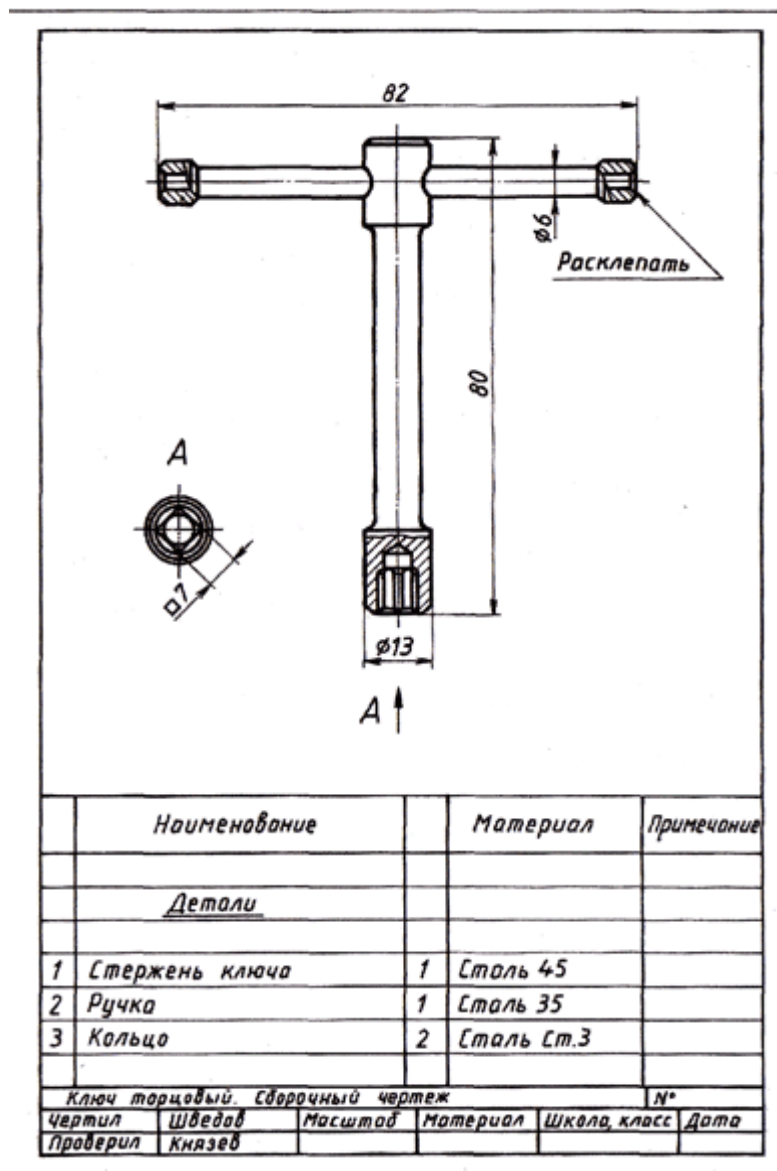

Рис. 2 Ключ торцовый.
11. Рассмотрите сборочный чертеж «Ключ торцовый» (рис. 2).